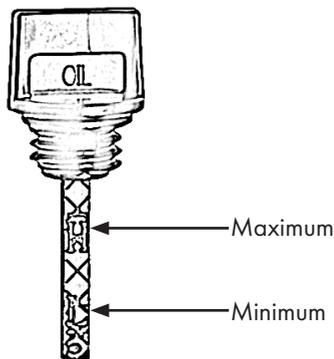

Figure 23
- Lisez le niveau d'huile, voir également la figure 23.
Il doit y avoir un film d'huile entre le repère supérieur et le repère inférieur. S'il n'y a pas de film d'huile, le niveau d'huile est trop bas, fig. 23. Ajoutez de l'huile. H-High signifie maximum. L-Low signifie minimum.